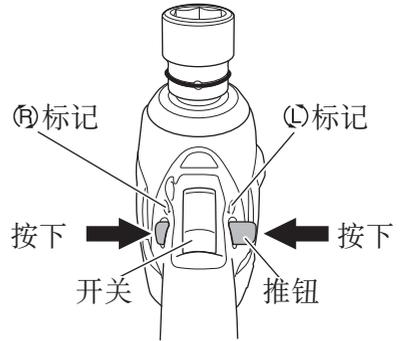

图 10
按推钮的 L (左) 侧使钻头逆时针旋转。(请参照图 10)。(机身上标有 (L) 和 (R) 标记。)